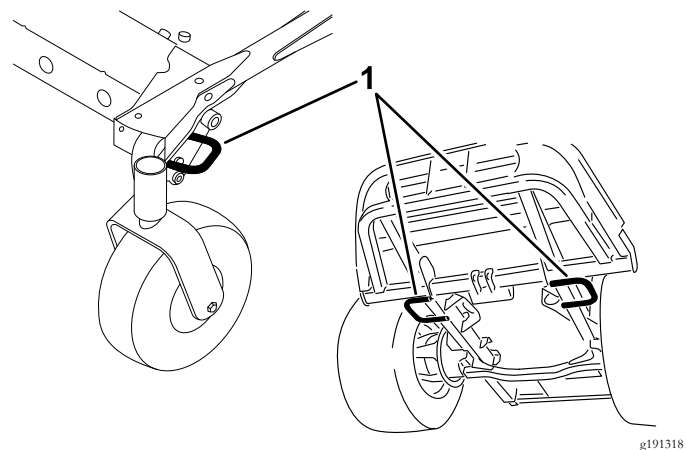

図 29
5. マシンにはロープ固定用のアイがついているので、チェーンやロープなどを使ってトラックやトレーラに機体をしっかりと固定する 図 29。